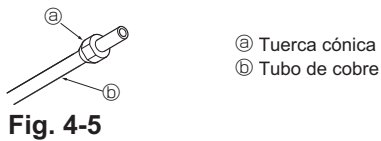

Fig. 4-5
4.2.3. Colocación de las tuercas (Fig. 4-5)